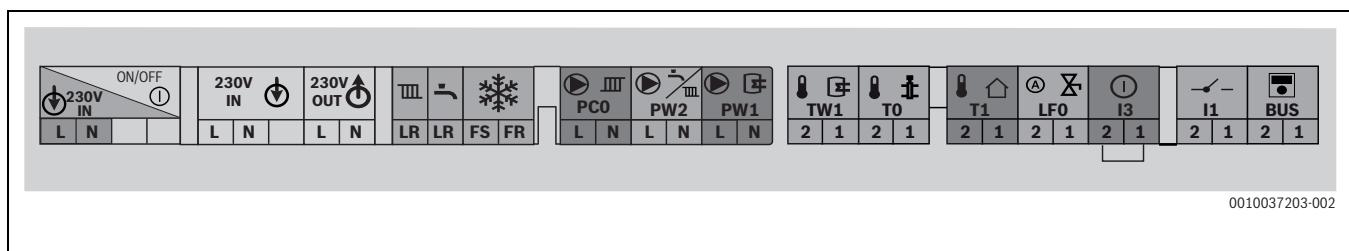

Bild 48 Klemmleiste für externes Zubehör
- Kabel an der Klemmleiste für externes Zubehör (→ Bild 48) anschließen.